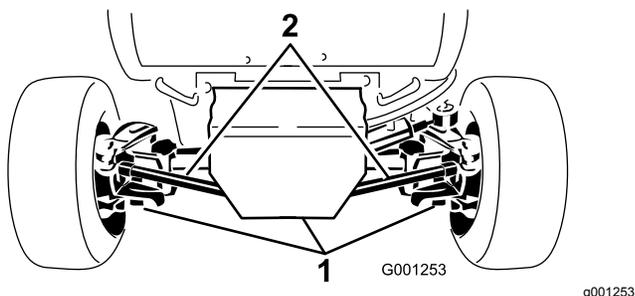

Рисунок 61
2. Очистите поверхности вокруг трех сливных пробок (Рисунок 61).